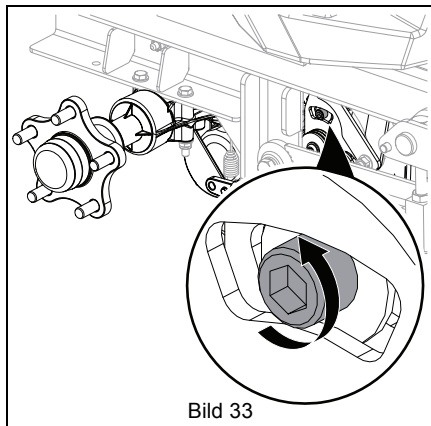

Bild 33
1. Lossa återgång till neutral-skraven på transmissionsaxeln. Se Bild 33.